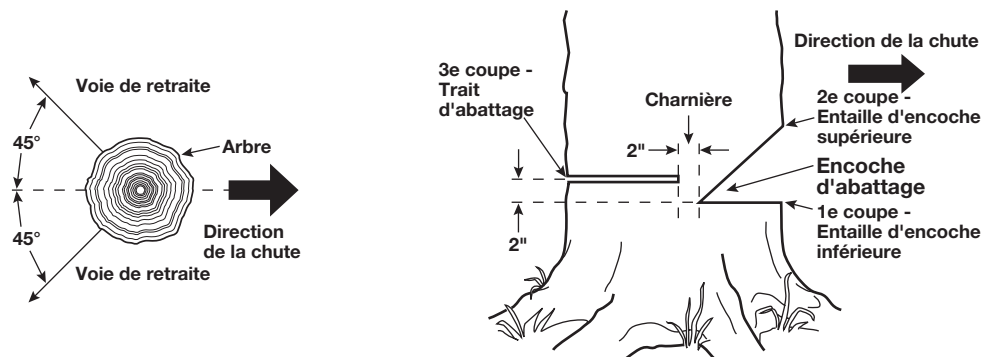

Fig. 9 Voie de retraite de la chute de l'arbre (gauche) Fig. 10 Séquence des coupes pour abattre un arbre (droite)
3. Avant d'abattre un arbre il est conseillé de prévoir et de dégager une voie de retraite. Préparez la voie de retraite dans la direction opposée à celle de la chute de l'arbre et selon un angle de 45° (Fig. 9).
1. Tenez la tronçonneuse de sorte que le guide-chaîne soit horizontal et faites l'encoche inférieure aussi près du sol que possible. Faites une entaille sur environ un tiers du diamètre du tronc de l'arbre (Fig. 9).